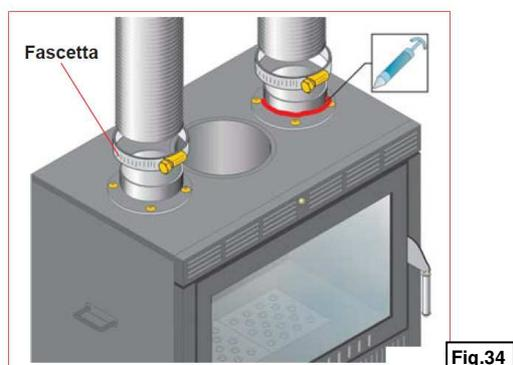

Fig.34
- Agganciare i tubi alle piastre di raccordo mediante le fascette. Interporre del sigillante refrattario (fig. 34).